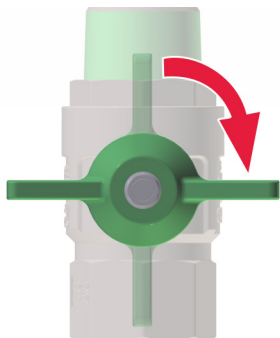

Fig. 24: Chiudere le principali valvole di arresto.
→ Chiudere tutte le principali valvole di arresto (fig. 24) della stazione per acqua fresca
- Aprire lentamente il collegamento del principale tubo di alimentazione dell'acqua potabile (fig. 24/4a opp. 4b).
- Aprire il collegamento distribuzione dell'acqua potabile (calda) (fig. 24/5a opp. 5b).
- Se esistente e già collegato, aprire il collegamento della circolazione integrata (fig. 24/3).